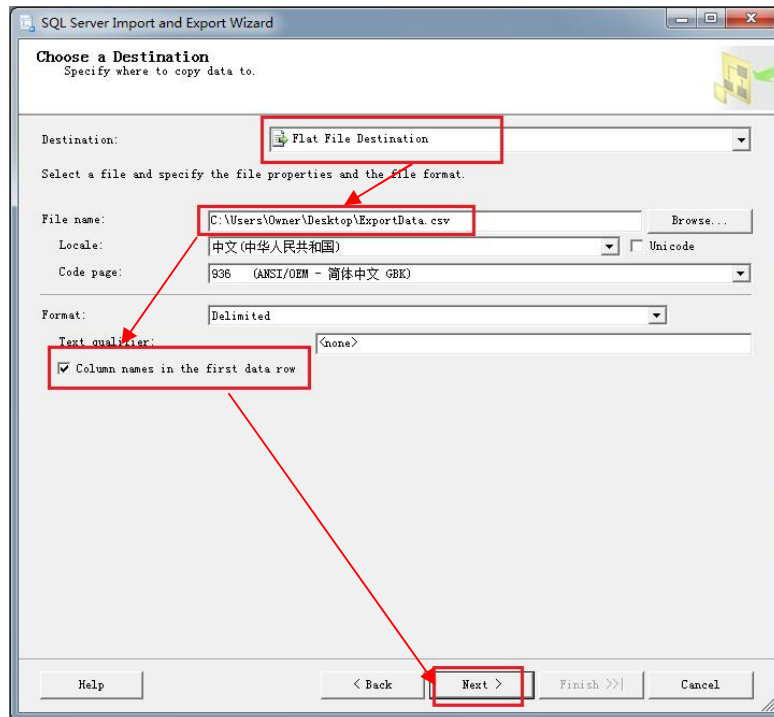

图 3-9
3. 设置导出文件。Destination 处设置为 Flat File Destination，File Name 处输入待导出的 CSV 文件的文件名（不需要提前创建），勾选 Column names in the first data row，点击下一步，如图 3-9 所示。